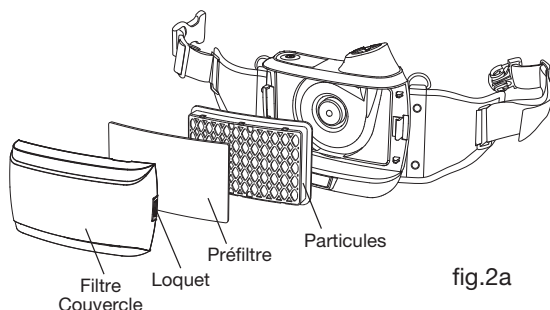

fig.2a
- Installez le filtre à particules conformément à la fig. 2a.